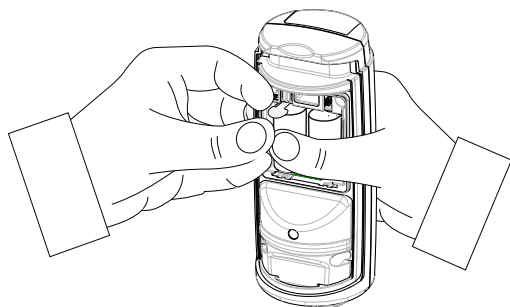

Bild 16: Avdraging av batterifliken
4. Alternativt: för att aktivera batterierna hos en ny enhet, dra av batterifliken medan du håller batterierna på plats med tummen. Se bild 16.